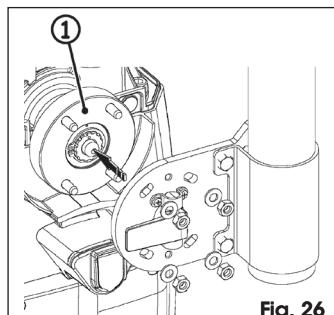

Fig. 26
- Coloque el grupo sobre el disco de arrastre, Fig. 26 ref. ①, respetando, en caso de cierre izquierdo, la orientación indicada en la figura.